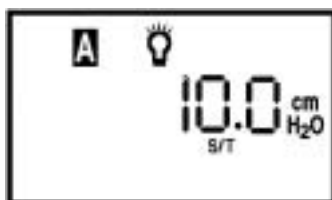

Abb. 6-5 Überwachungsbildschirm
2. Drücken Sie die  Taste, um das Gerät in den Betriebszustand zu versetzen. Dann erscheint der Überwachungsbildschirm (siehe Abb. 6-5).